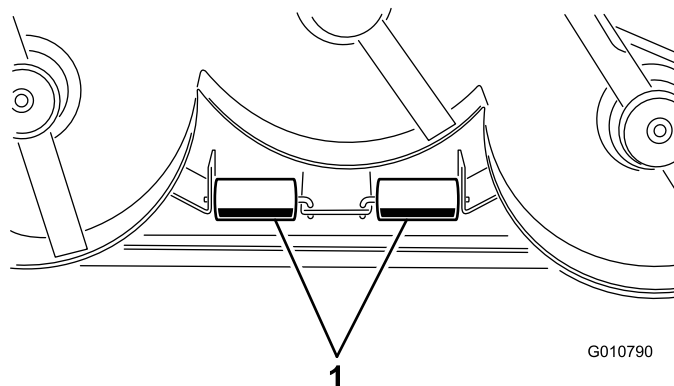

Figura 12
1. Retire os contrapinos que prendem os eixos do rolo aos suportes no lado inferior da plataforma (Figura 12).